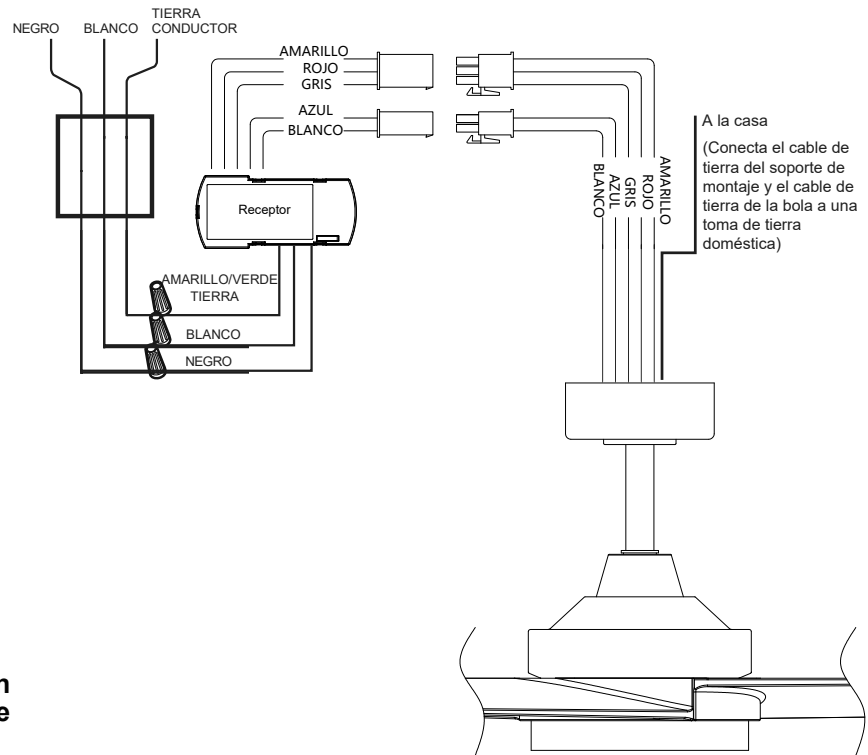

Fig. 14
Realice cada una de las conexiones de cable ilustradas en la Fig. 14. Sujete cada una con los conectores de cable proporcionados.
Paso 1. Conecta los cables usando conectores, como se muestra en la Figura . Conecta los conectores de 2 pines del conjunto del motor a los conectores de 2 pines del receptor, conecta los conectores de 3 pines del conjunto del motor a los conectores de 3 pines del receptor. (Fig. 14)